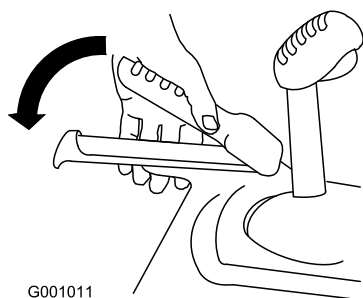

Figure 34
1. Pour engager la transmission aux roues, serrez le levier gauche (déplacement) contre la poignée (Figure 34).